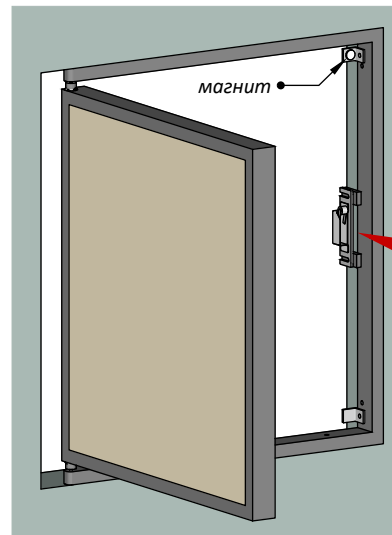

Рис. 10
- 4) Отодвиньте платформу с замком вглубь, чтобы замок не касался створки во время укладки плитки (Рис.10).
- 5) На один стопорный уголок прикрепите неодимовый магнит (Рис.10) и утопите уголок с магнитом так, чтобы от магнита до створки было 1-3 мм, он будет удерживать створку люка в момент укладки плитки. Отрегулируйте второй стопорный уголок таким образом, чтобы не нарушалась плоскость створки люка со стеной.